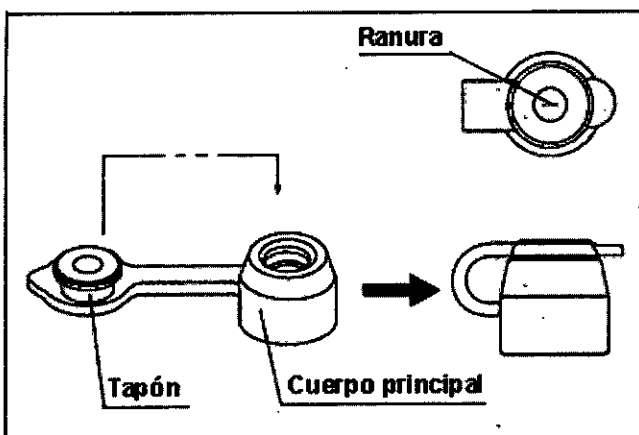

Figura 3.7
2. Coloque el tapón firmemente sobre el cuerpo principal (véase Figura 3.7).